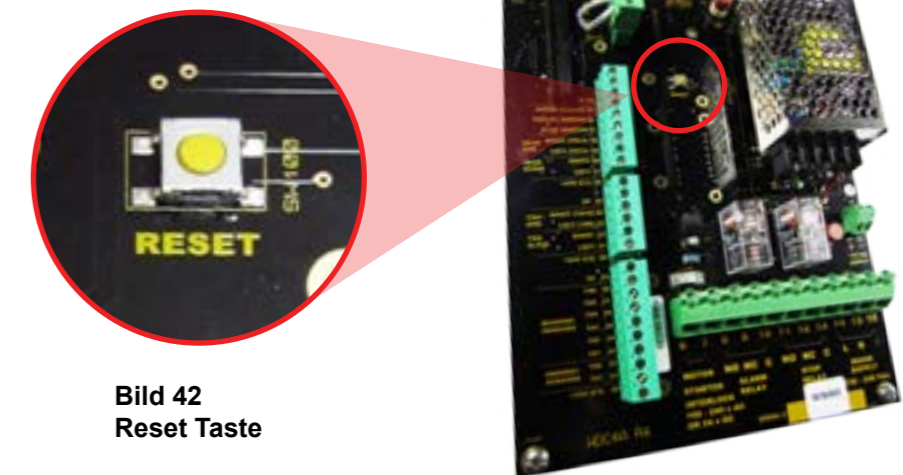

Bild 42
3. Schieben Sie die SD Karte in den Schacht SPRACHE/SD CARD 2 (Bild 41) innen am Gehäusedeckel und drücken den Taster RESET auf der Schaltkarte (Bild 42).